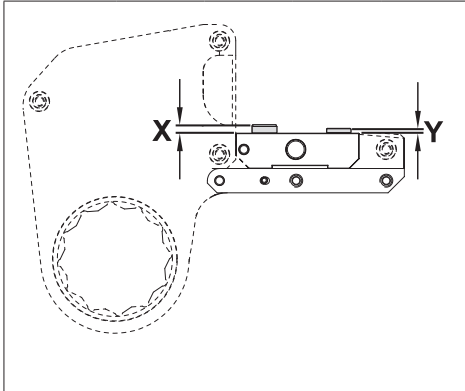

Abb. 21
- Überprüfen Sie, ob die Höhe des Haltestifts der Antriebseinheit (K10) und des Ausfallsicherungsstifts (K11) korrekt ist. Siehe Abbildung 21, Abmessungen "X" und "Y".